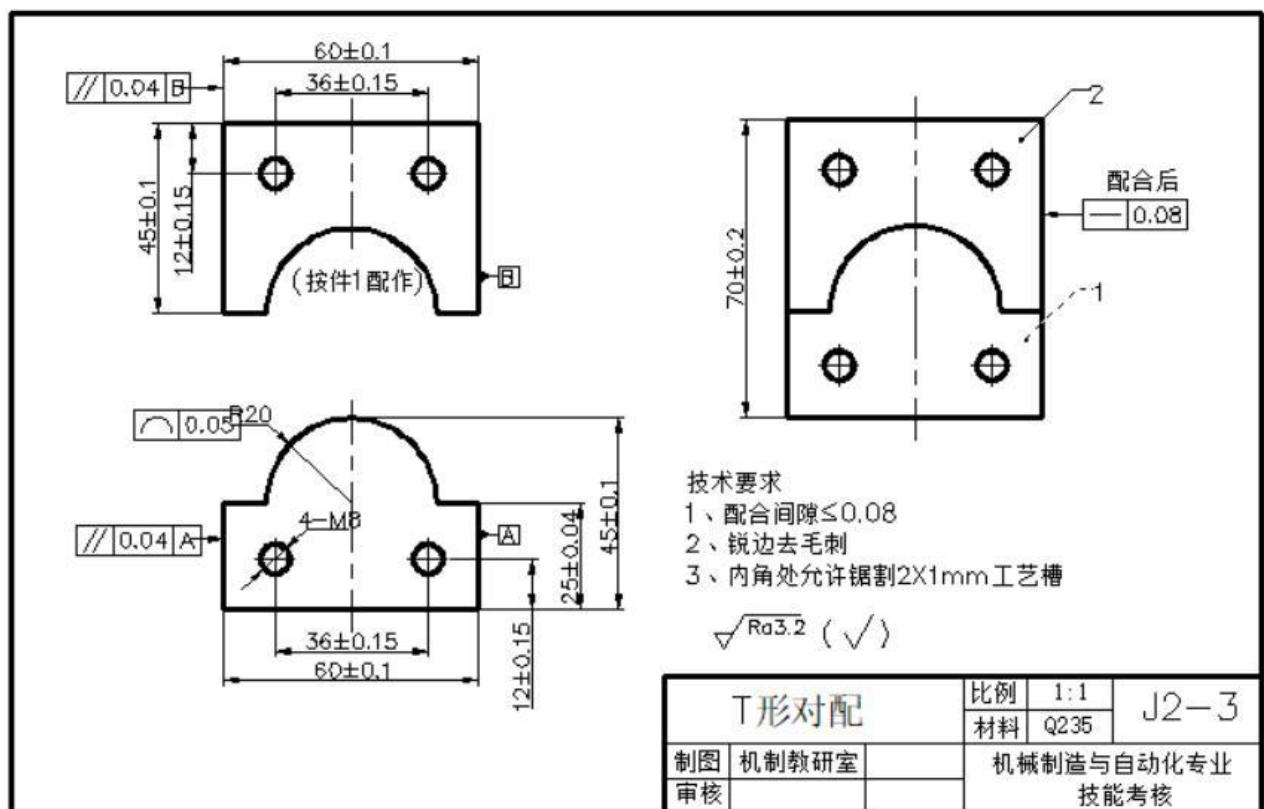

图 J2-3-1 T 型对配
- 3) 根据零件图 J2-3-1 的要求完成凸、凹零件的加工与配锉加工。去毛刺，倒棱角 C0.3，配合面不允许倒角，不准使用专用工、夹具加工和抛光；